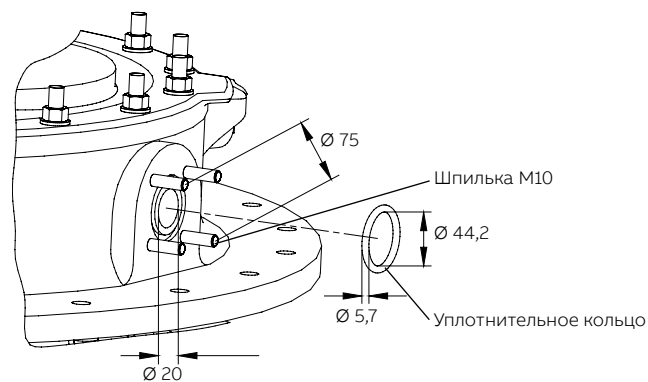

Рис. 35. Присоединительные размеры
5. Подайте масло через масляный клапан устройства РПН. Присоединительные размеры указаны на рис. 35.